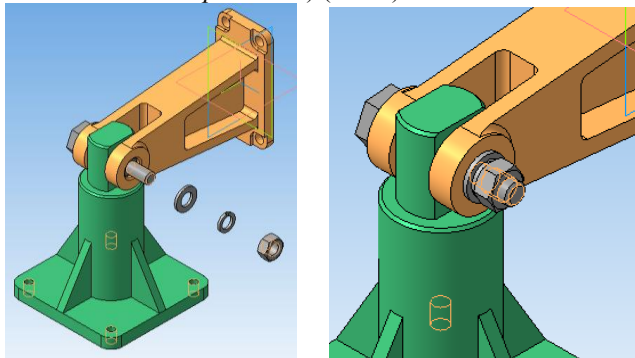

Рис. 2 – Попереднє та остаточне розміщення стандартних виробів у вікні зборки
7. Спряження стандартних деталей відбувається аналогічно оригінальним (виконуються команди *Соосность* і *Совпадение* інструментальної панелі *Спряжения*) (Рис.2).